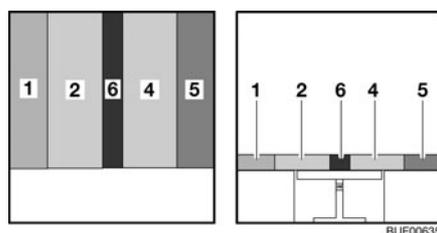

Fig. 127 Después de la transformación
- Colocar el cojín adicional (Fig. 127,6) entre los cojines del asiento (Fig. 127,2 y 4).